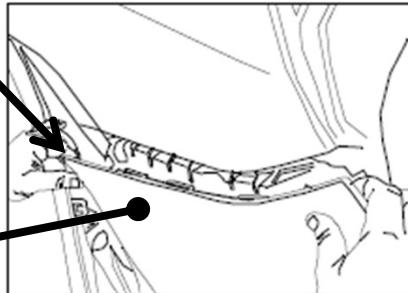

Figure 4
**Nota :** Les véhicules équipés de capteurs comportent du câblage additionnel fixé au carénage arrière. Débrancher le câblage au connecteur fixé sur le panneau d'extrémité, mettre avec précaution le recouvrement du carénage de côté. Voir la Figure 4.